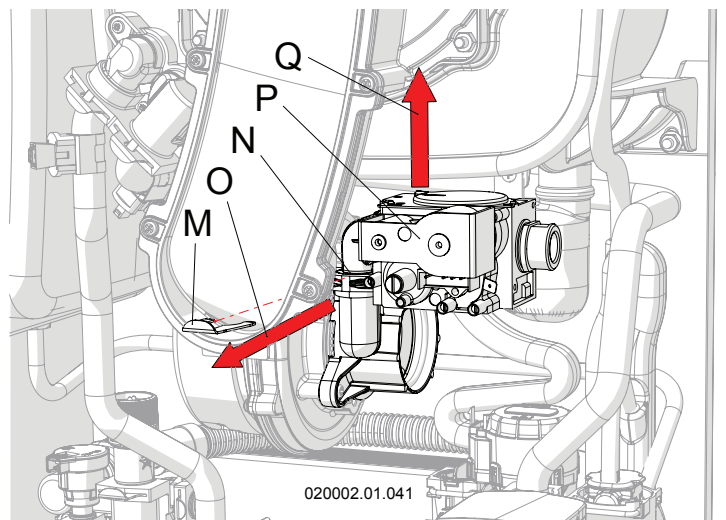

Figura 6-3 - Smontaggio valvola gas
- 8.-rimuovere la molla di serraggio "M" dalla sede "N" per liberare la valvola "P" (Figura 6-3);
- 11.-rimontare la valvola del gas "P", avendo cura di riposizionare la molla "M" (Figura 6-3);